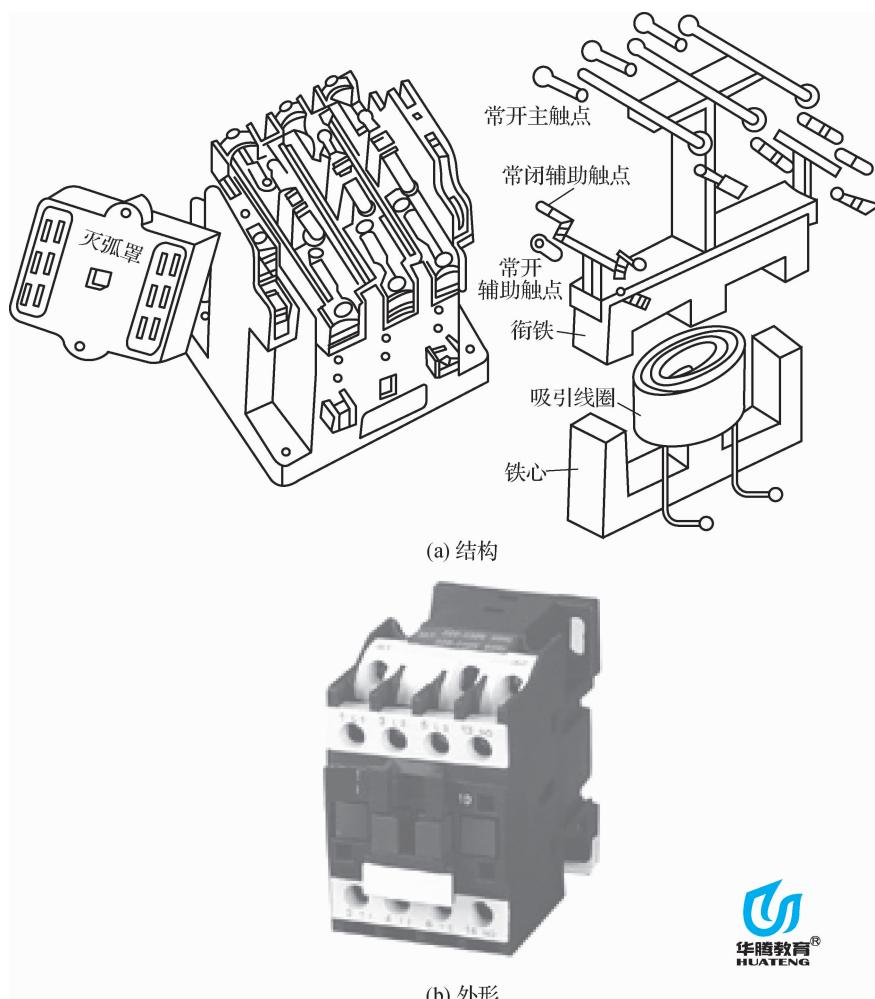

图 1-13 交流接触器的结构和外形
(1) 交流接触器。
① 结构。交流接触器主要由电磁系统、触点系统、灭弧系统及辅助部件等组成,如图 1-13 所示。